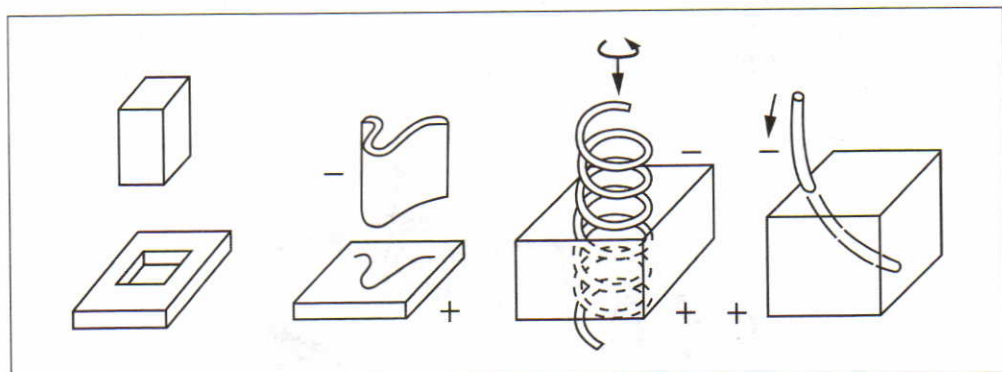

Рис. 13. Отверстия, изготавливаемые электроэрозионной обработкой (метод прошивки)
При прошивке форма электрода-инструмента в поперечном сечении совпадает с формой получаемого отверстия (рис. 13). При копировании на деталь переносится форма нижней поверхности электрода-инструмента (рис. 14).
- возможность изготовления деталей сложных форм, криволинейных отверстий и отверстий некруглого сечения (см. рис. 13), которые нельзя получить другими способами обработки;